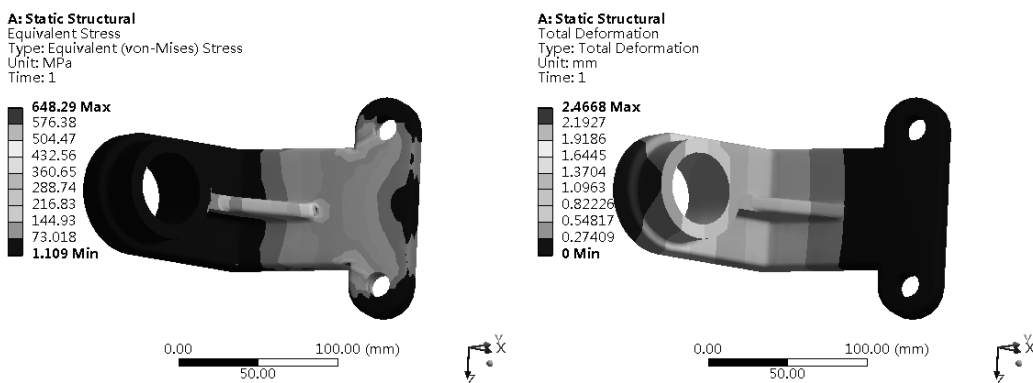

图 18-41 云图
Step19 :返回到 Workbench 平台中 ,双击项目 B 中的 B7(Results)栏 ,进入 Mechanical 界面。单击 Total Deformation 和 Equivalent Stress 命令 ,云图如图 18-41 所示。